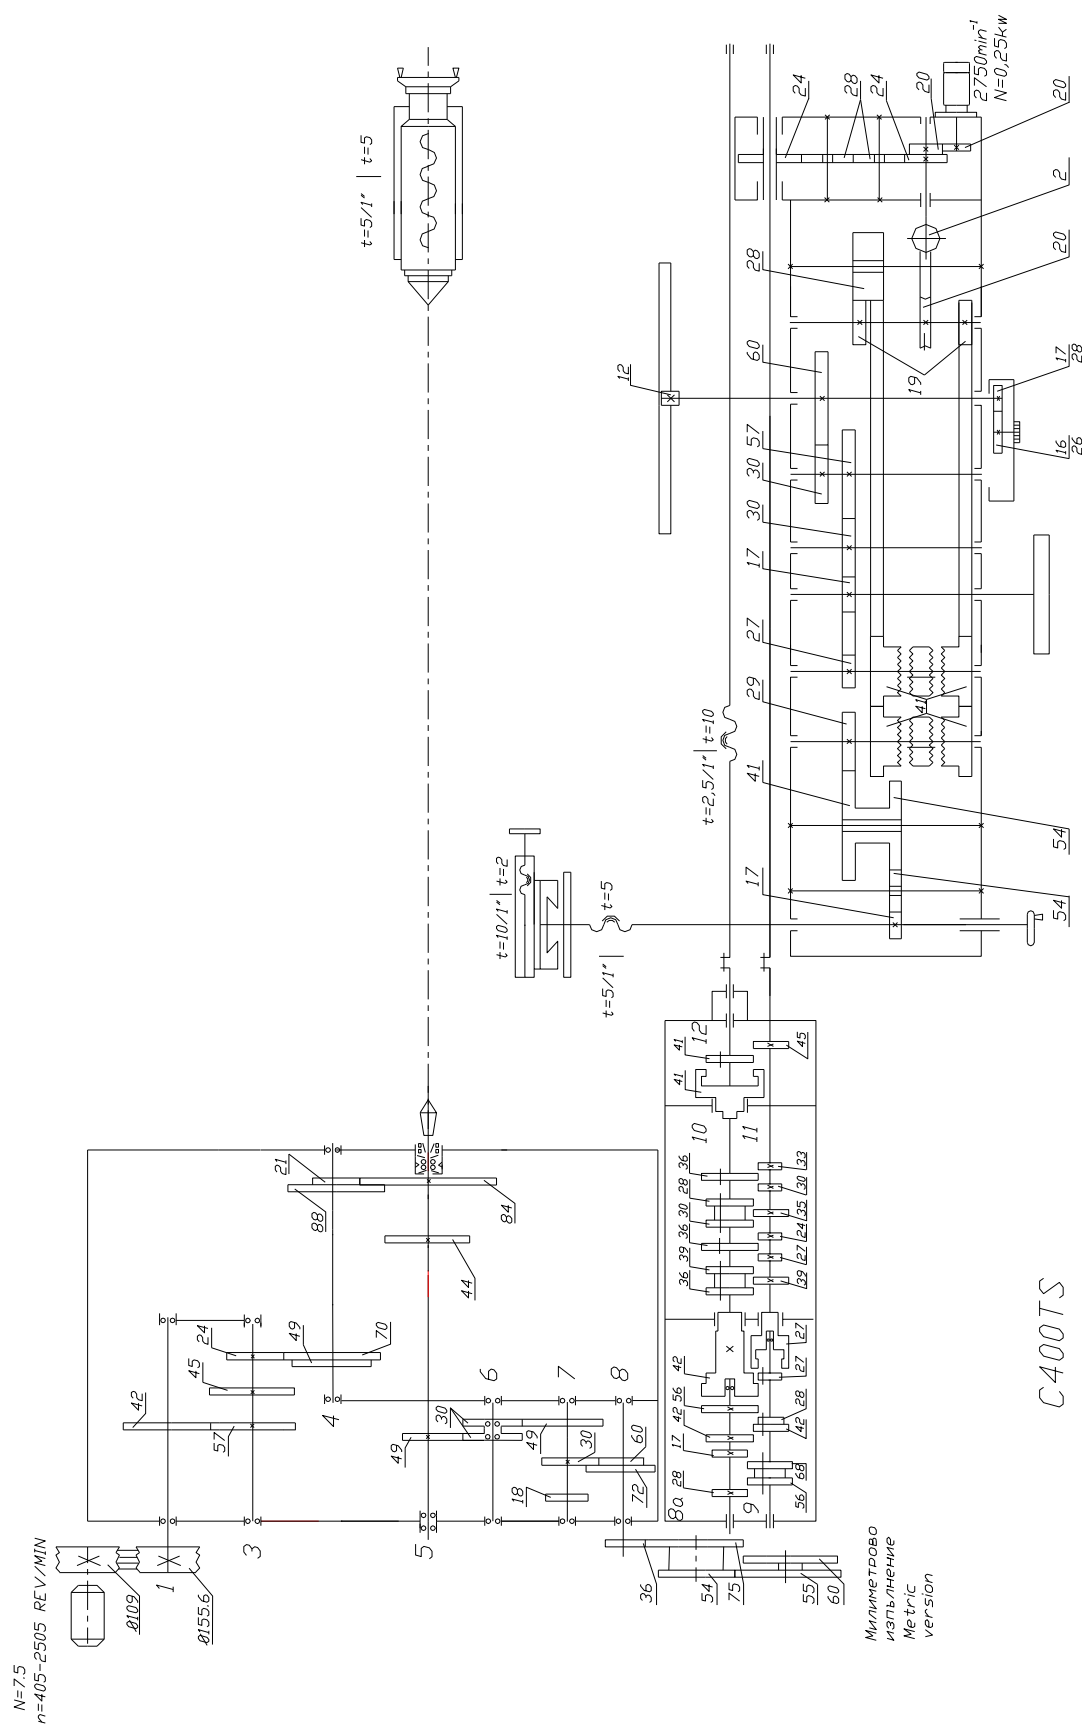

Fig.6.2
6.2. KINEMATISCHES SCHEMA. (Fig.6.2)
Der Kinematikplan ist im kinematischen Übersichtsplan der Drehmaschine fig.6.2.
Das kinematische Schema des Schlosskasten ist Teil vom gesamten kinematischen Schema der Maschine, Fig.6.2.